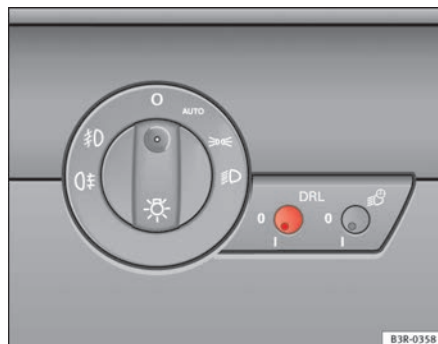

Fig. 90 Comutador da luz diurna
- Pressione brevemente o botão ⇒ **fig. 90** para o retirar da sua posição.